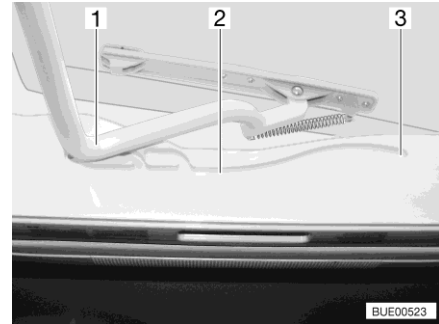

Bild 23 Spår (Heki-taklucka)
- Dra in bygel (Bild 23,1) i spåren (Bild 23,2) till den bakersta positionen (Bild 23,3).
- Tryck bygel (Bild 23,1) lätt uppåt med båda händerna.
- Drag bygel till önskad position i spåret (Bild 23,2).